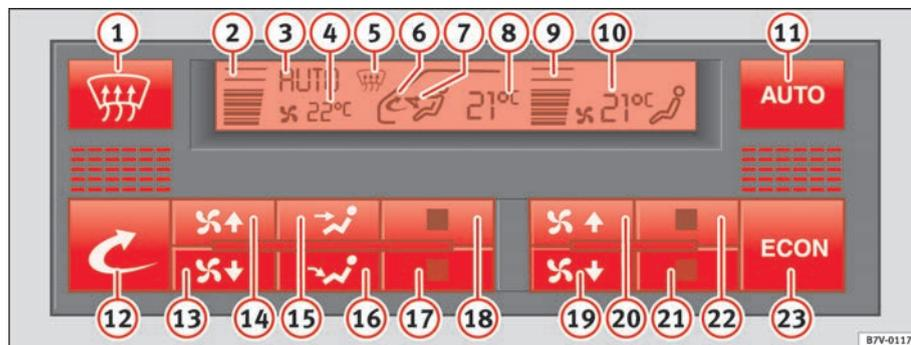

Fig. 118 Tablero de instrumentos: mandos del Climatronic
- Pulse la tecla ⇒ fig. 118 correspondiente para activar o desactivar una función.